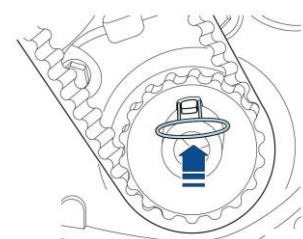

Fig. 4
- Centrar la polea del cigüeñal con la herramienta adecuada (Fig. 4).